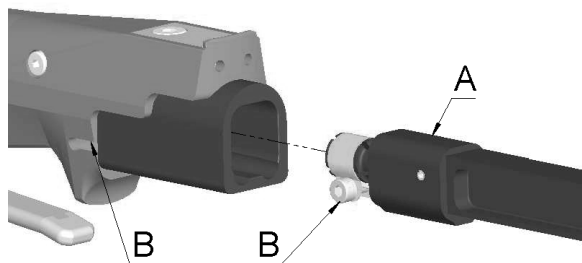

Abb. 5 Montare il supporto lama Apparecchio EFA-RZ100
- Inserire il portalama (pos. A fig. 5) nell'apparecchio fino alla battuta. Attenzione: per questa operazione la vite (pos. B fig. 5) deve essere allentata.
- Stringere la vite (pos. B fig. 5) con una coppia di 3 Nm utilizzando la chiave dinamometrica in dotazione.